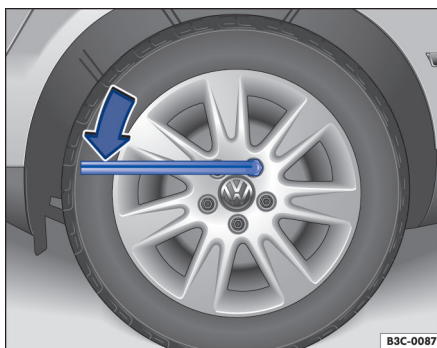

Fig. 232 Substituição de roda: afrouxar os parafusos da roda.
- Encaixe a chave de roda no parafuso por completo → Fig. 232.